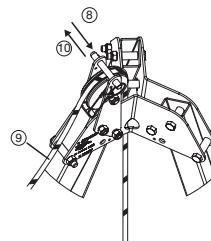

Fig. 10
8. Retirar el husillo de bola que se encuentra encima de la polea de desvío en la parte superior del trípode tracpode (Fig. 10, 8).
9. Pasar la driza del aparato derope™ alrededor de la polea de desvío (Fig. 10, 9).
10. Volver a colocar el husillo de bola para impedir que la driza se salga de la polea de desvío (Fig. 10, 10).